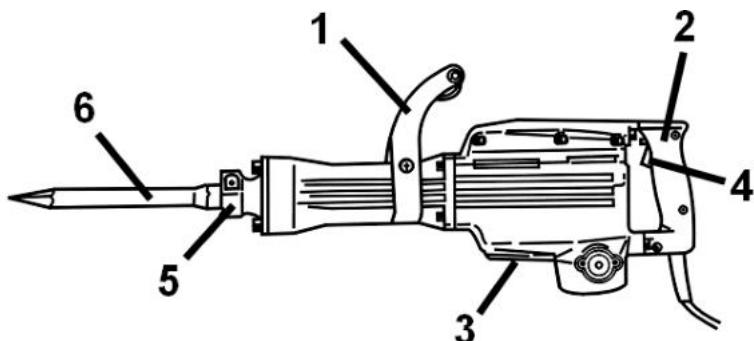

Рисунок 1
2.2.1 Виріб має несучий пластиковий корпус з вмонтованим електричним колекторним двигуном, редуктором з пневматичним ударним механізмом, на вихідному валі якого встановлюється змінний патрон **SDS-HEX** (5) для закріплення змінних робочих інструментів з циліндричними хвостовиками системи SDS-HEX згідно рис.1. Корпус одночасно вміщує органи керування інструментом, шнур живлення від мережі змінного однофазного струму та має опорну поверхню для встановлення передньої рукоятки (1) з можливістю фіксованого позиціонування навколо подовжньої осі виробу. Електродвигун розташований перпендикулярно осі змінного робочого інструмента, створює через кривошипний механізм зворотно-поступальні рухи поршня пневмоциліндра, який підсилює поштовхі і передає їх змінному інструменту.